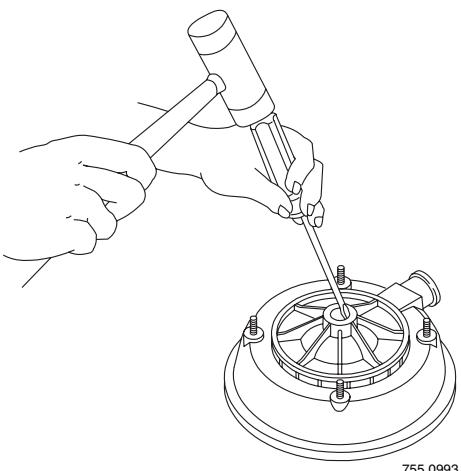

Figure 23 – Pour chasser le joint
4. Mettre la moitié du corps de la pompe sur une surface plane en l'orientant vers le bas, puis chasser la moitié fixe du joint (Figure 23).